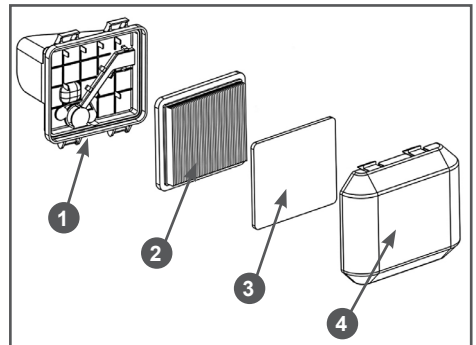

Рис. 22 Обслуживание воздушного фильтра
- Установите крышку-щуп в отверстие маслозаливной горловины, не закручивая ее. Аккуратно вытащите щуп и осмотрите его. Уровень масла должен соответствовать верхней отметке 2 на щупе (Рис. 22). При недостаточном уровне масла в картере необходимо долить масло до верхней отметки на щупе. Не допускайте перелива или превышения максимального уровня масла в картере двигателя.
- Нажмите на фиксаторы и снимите крышку 4 воздушного фильтра (Рис. 22).
- Извлеките из крышки воздушного фильтра предварительный фильтрующий элемент 3 (Рис. 22).
3. Извлеките основной фильтрующий элемент 2 (Рис. 22).